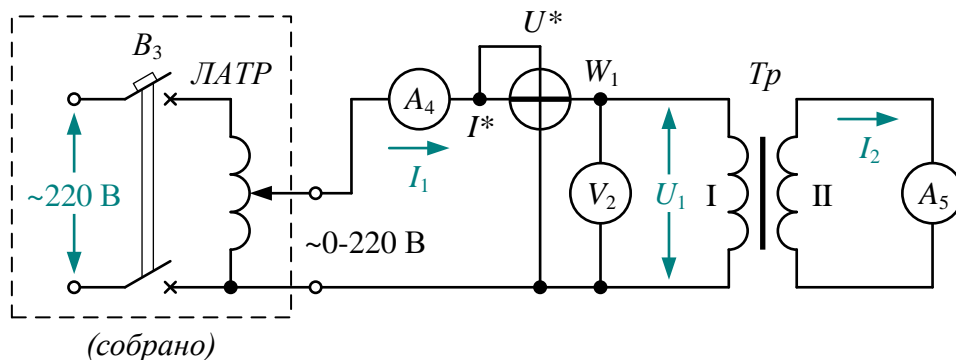

Рис. 2. Электрическая схема для проведения опыта короткого замыкания
5. Собрать электрическую схему для проведения опыта короткого замыкания по **рис. 2**.